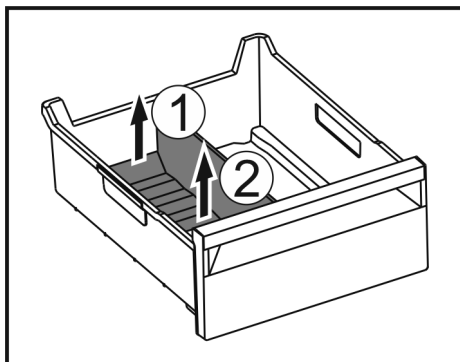

Fig. 195
- Emelje meg a jégkész-eltávolító hátsó részét. Fig. 195 (1)
- Vegye ki a jégkész-eltávolítót felfelé. Fig. 195 (2)